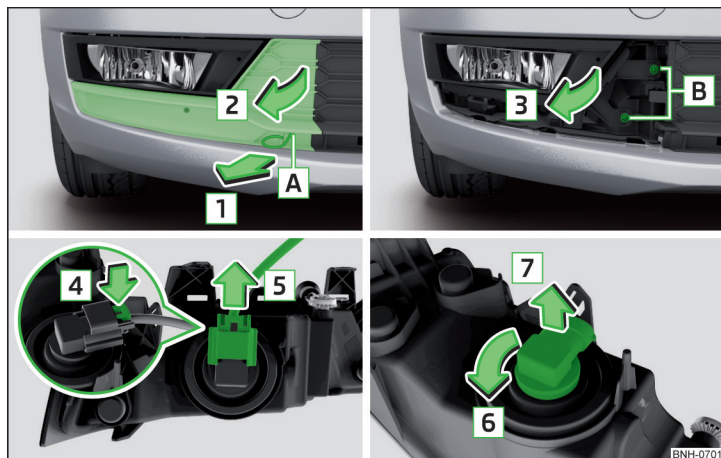

Abb. 268 Nebelscheinwerfer herausnehmen / Glühlampe wechseln
- › In die Öffnung **A** » Abb. 268 den Bügel zum Abziehen der Radvollblenden einführen.
- › Den Nebelscheinwerfer entgegen der Pfeilrichtung **3** » Abb. 268 einsetzen und festschrauben.